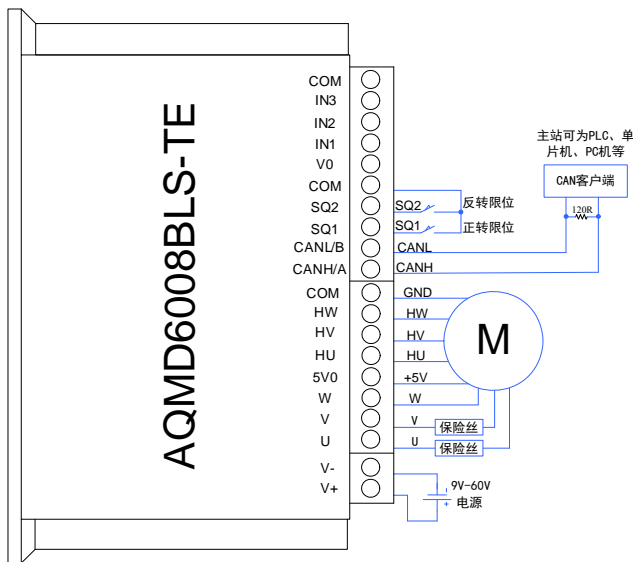

图 3.6 CAN 通讯电源及电机接线图
- 6) 若主站/客户端为 CAN 设备，CAN 主站/客户端与驱动器的 485/CAN 接口按照 CANH-CANH、CANL-CANL 的方式连接，并且 CAN 总线上至少要并联一个 120Ω 的电阻才能正常通讯，如图 3.6 所示，然后接通电源（注意：电源的电压与电机的额定电压一致，且能够提供的电流大于电机的额定电流）